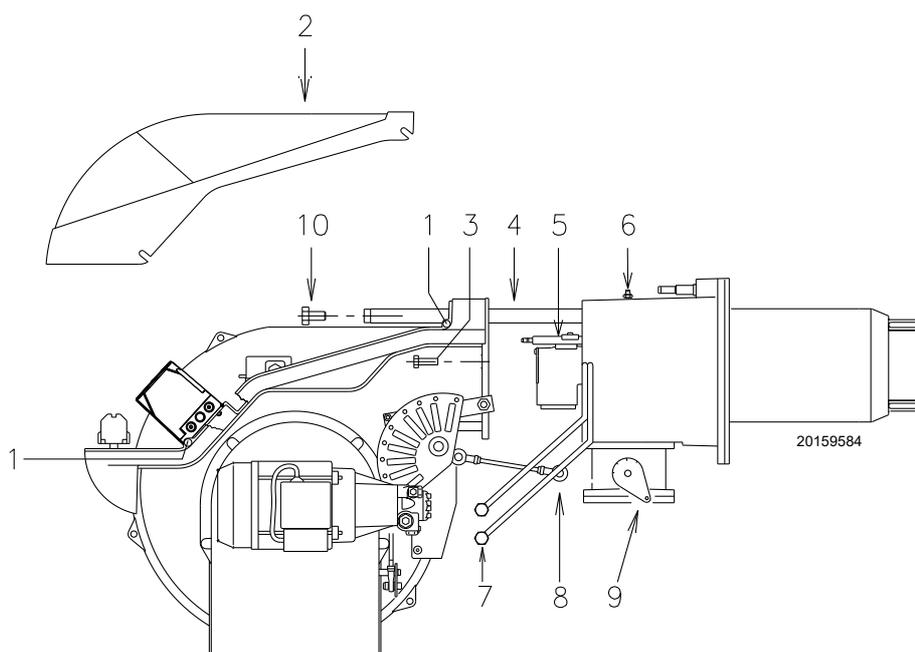

Fig. 46
- Desserrer les vis 1) et enlever le capot 2)(Fig. 46).
- Débrancher les tuyaux du fioul 7)(Fig. 46).
- Retirer les vis 3) et faire reculer le brûleur sur les glissières 4)(Fig. 46) d'environ 100 mm ;
On peut alors extraire la partie interne 5) après en avoir retiré la vis 6)(Fig. 46).